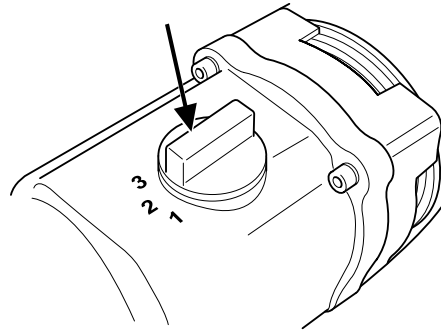

Fig. 7
1. Set the working speed by turning the drill spindle while moving the gear knob to the desired position (Fig. 7).
1. So wird die Arbeitsdrehzahl eingestellt: gleichzeitig an der Bohrspindel drehen und Schalterdrehknopf in die gewünschte Position drehen (Abb. 7).
1. Régler la vitesse de travail en tournant la broche et en réglant simultanément le sélecteur de vitesses sur la position souhaitée (fig. 7).